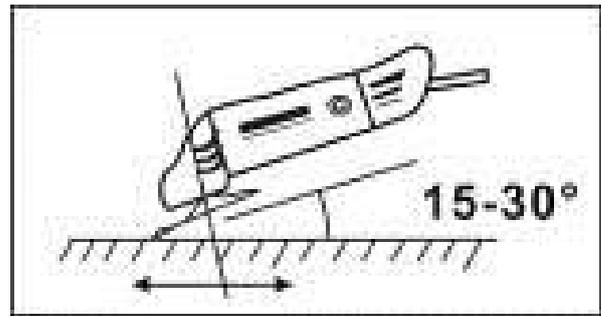

FIG.5
5.5 ALLUMER / ETEINDRE (FIG. 5)